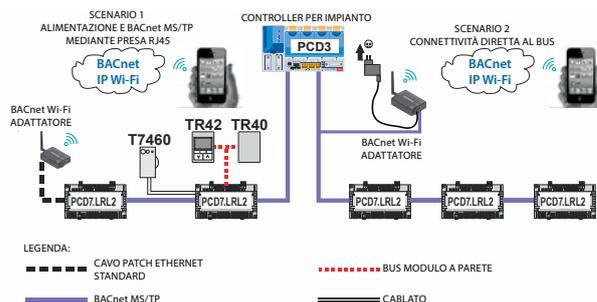

Fig. 2. Panoramica del sistema
L'adattatore WiFi BACnet è un modulo hardware elettronico, adatto per il collegamento di BACnet MS/TP a strumenti BACnet per la messa in funzione e la risoluzione dei problemi. Vedere anche Fig. 2 per gli scenari possibili.
**I due scenari di messa in funzione più plausibili sono i seguenti (vedere anche Fig. 2):**